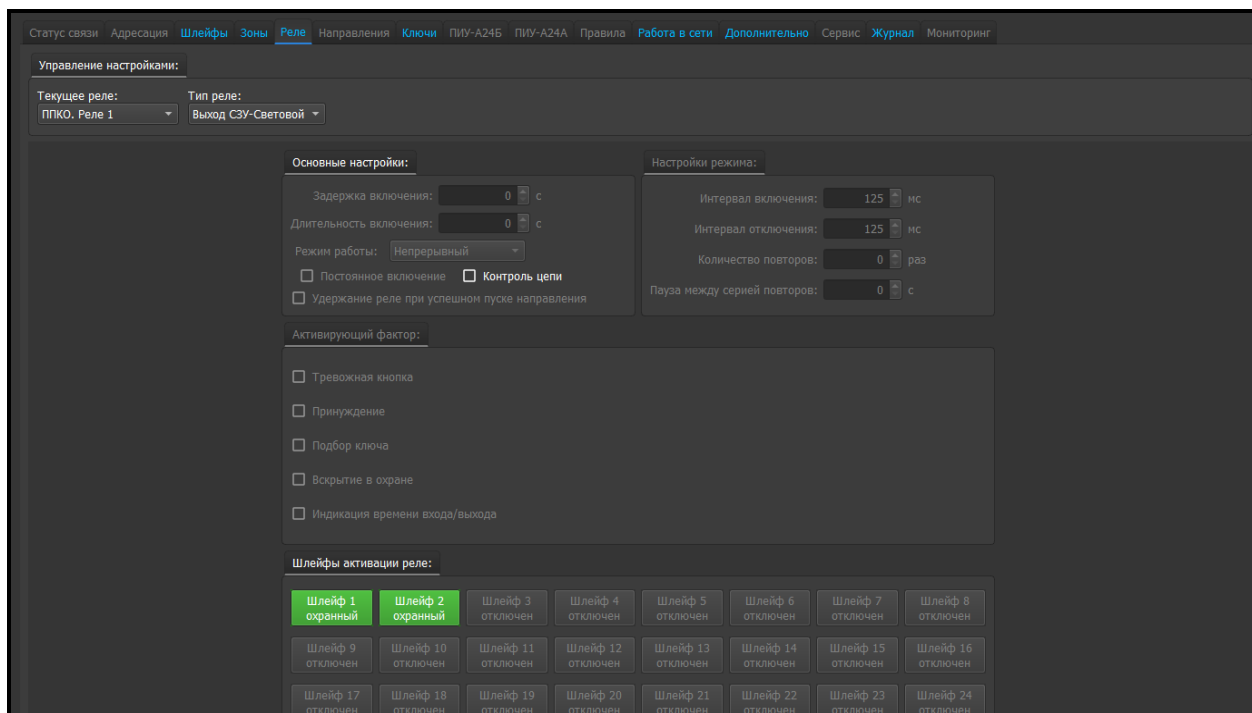

Рис. 48. Скриншот окна редактирования вкладки реле типа «Реле СЗУ-Световой»
4.4.5 Редактирование параметров реле типа «Выход СЗУ-Световой» (см. рисунок 48)